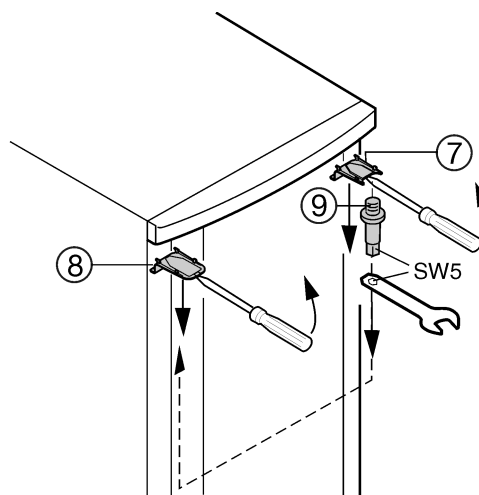

Fig. 5
- Foroven løsnes afdækning Fig. 5 (7) og afdækning Fig. 5 (8) foran med en skrue-trækker og tages af i skråt nedadgående retning.
- Lejebolte Fig. 5 (9) drejes ud og drejes ind på den modsatte side. Benyt hertil indersekskantnøglen af den vedlagte gaffelnøgle.
- Montér atter afdækningen Fig. 5 (7) på lejeboltens side: sæt i bagved, så det falder i hak foran.
- Montér afdækningen Fig. 5 (8) på den modsatte side: sæt i bagved, så det falder i hak foran.
- ▶ Døren hænges ind i lejebolten *Fig. 5 (9)* og døren lukkes.